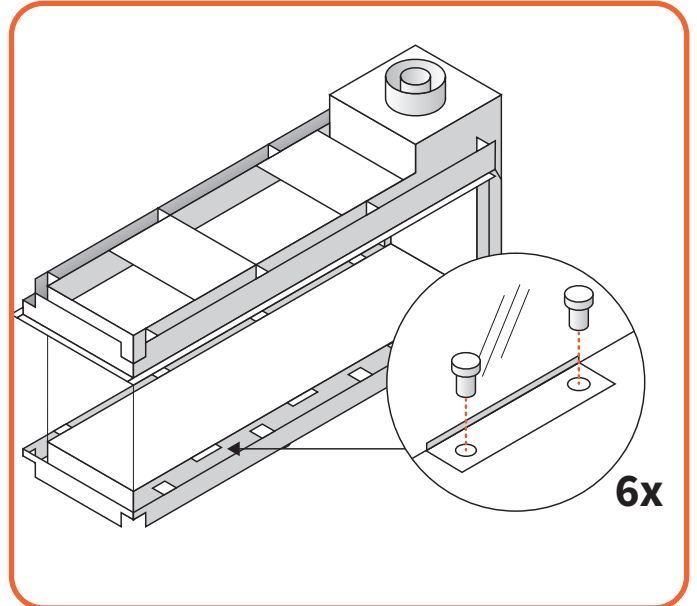

Abb. 9.12 Entfernen der Glasklemmen
- Entfernen Sie die Glasklemmen. (Siehe Abbildung 9.12)